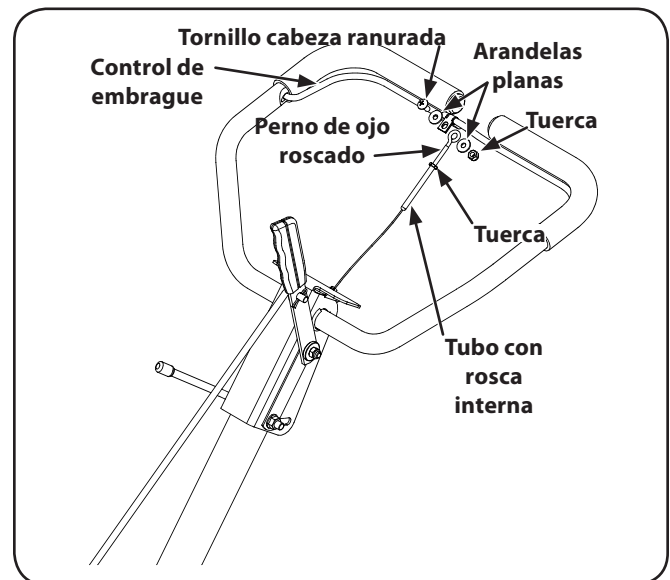

Figura 1-5
4. Retire el tornillo de cabeza ranurada, la tuerca y las dos arandelas planas del gancho del embrague. Vea la Figura 1-5.
6. Enrosque el perno de ojo y la tuerca que quitara anteriormente en el tubo con rosca interna que está en el extremo del cable. Debe enroscar un trozo de alrededor de $\frac{3}{4}$ ". Ajuste la tuerca contra el tubo en el extremo del cable. Vea la Figura 1-5.